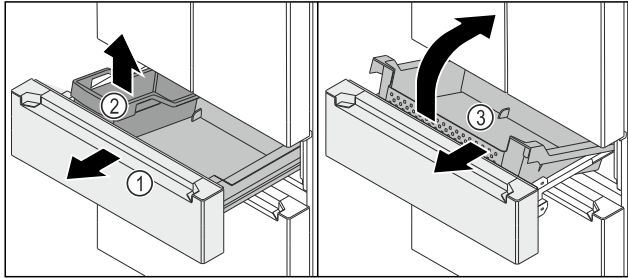

Fig. 150
- Auszugswagen *Fig. 150 (1)* bis zum Anschlag herausziehen.
- FlexBox *Fig. 150 (2)* entnehmen.
- Behälter *Fig. 150 (3)* vorne hochheben.
- Behälter *Fig. 150 (3)* schräg nach vorne entnehmen.